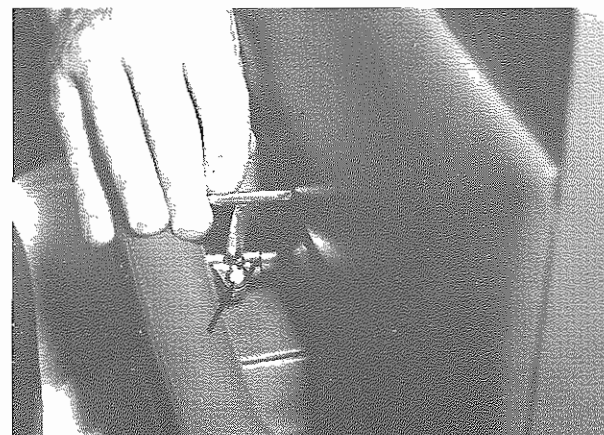

Fig. 8 - Vite di fissaggio
- Allentare la vite di fissaggio leva di apertura (**Fig. 8**) e smontare il pannello.
- Loosen screw fixing opening lever (**Fig. 8**) and remove panel.